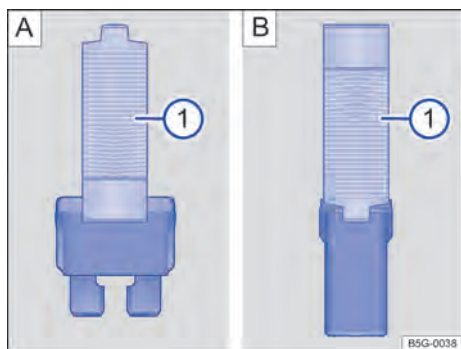

Fig. 173 Retirar ou colocar o fusível com a pinça de plástico: **A**: fusível plano, **B**: fusível de bloqueio.
- Se necessário, retirar a pinça de plástico → Fig. 173 **A** ① da cobertura da caixa de fusíveis.
- De acordo com a versão do fusível, colocar as garras adequadas do alicate plástico → Fig. 173 **A** ① ou → Fig. 173 **B** ① lateralmente no fusível.
- Caso o fusível esteja queimado, substituir o fusível por um novo da *mesma* intensidade de corrente (mesma cor e inscrição) e do *mesmo* tamanho → ①.